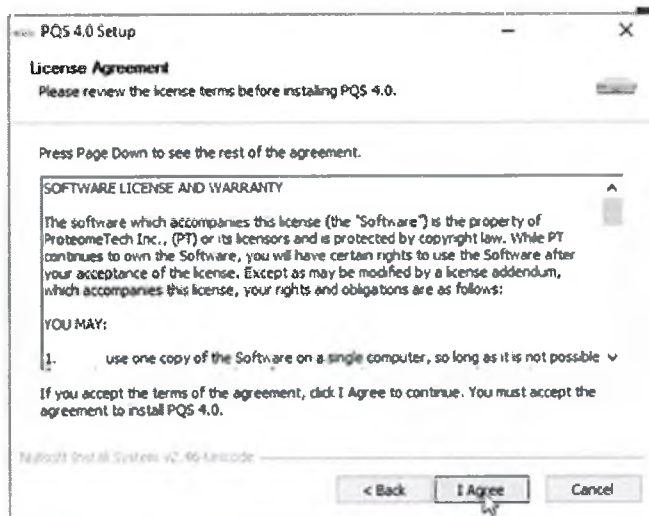

Рисунок 11
7.17.4 Необходимо прочитать лицензионное соглашение и нажать кнопку «Я согласен» при согласии с условиями. Кнопка «Отмена» остановит установку (Рисунок 11).